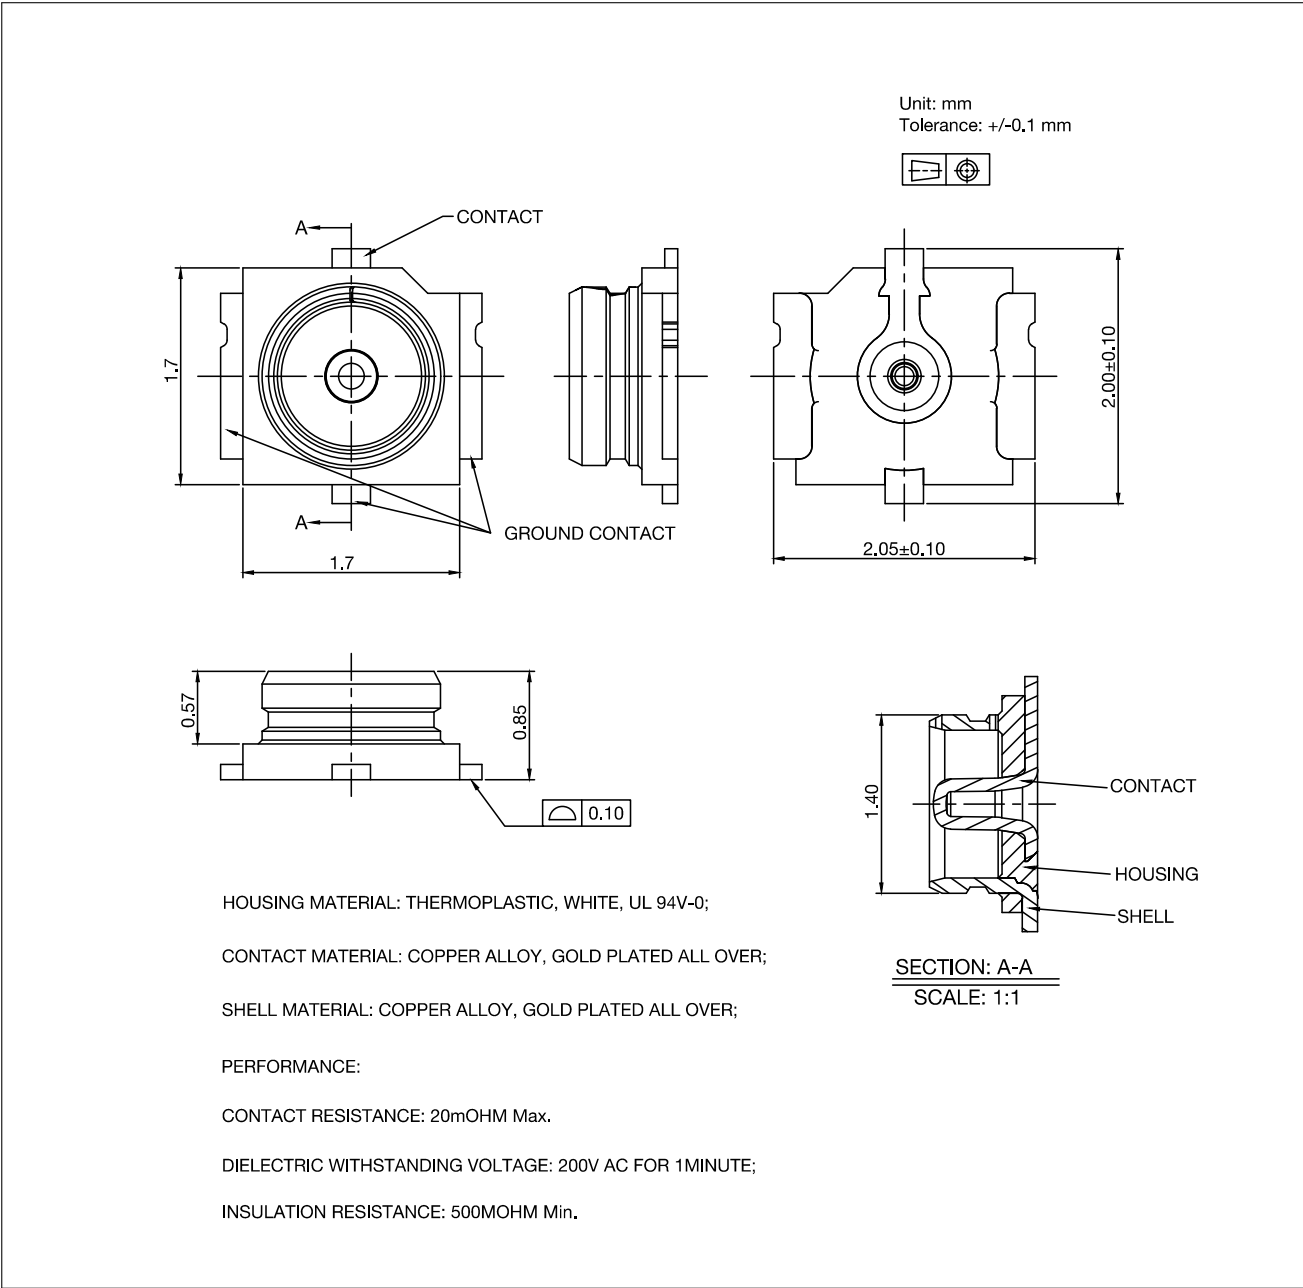

图 13: 外部天线连接器尺寸图
ESP32-PICO-MINI-02U 采用图 13 所示的第三代外部天线连接器，该连接器兼容：
- 接口规格与模组天线连接器接口匹配，参考图 13 外部天线连接器尺寸图